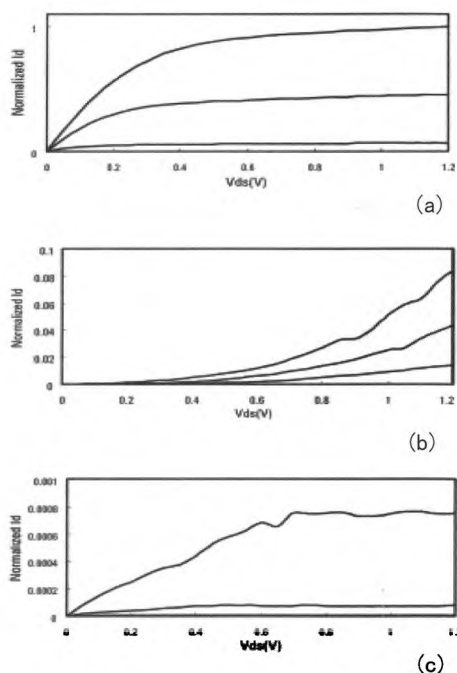

图4 对掺杂轮廓缺陷的失效分析数据
为了对有失效的晶体管进行更详细的分析,需要通过变换源极 (S) 和漏极 (D) 测量晶体管。图 4 (a) 是正常晶体管的特性。图 4 (b) 是明显有缺陷的晶体管的特性。图 4 (c) 是反转晶体管的源极/漏极所进行的测量(注意:使用 B1500A 能非常容易地执行这项测量,并且不需要变动任何设备连